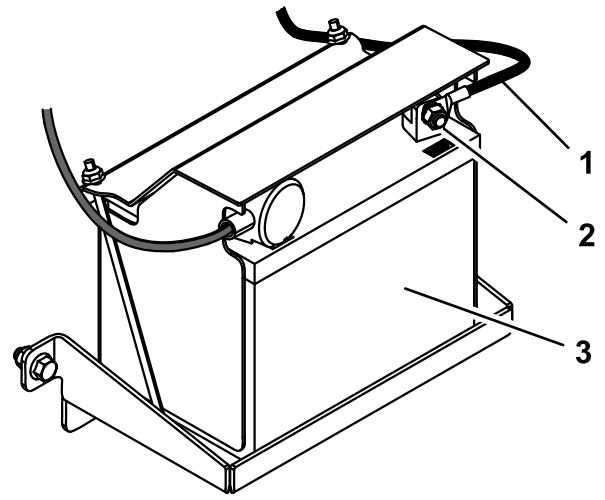

**Figura 4**
2. Sujete el cable del acelerador sobre el mango inferior con una brida (Figura 4).
- Deslice las abrazaderas en el tubo del *Manual del operador* e instálelo sobre el mango inferior con 2 pernos de cabezal ranurado y 2 contratuercas (Figura 4).